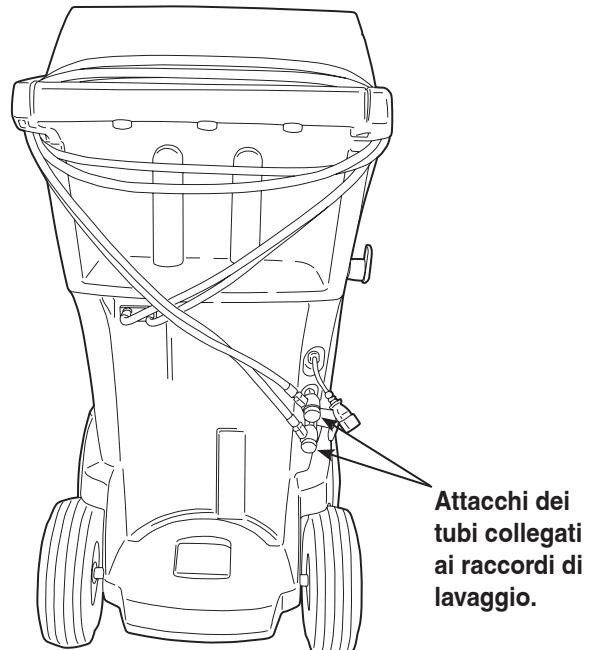

Figura 16
2. Avvolgere due volte i tubi di servizio intorno al manico e collegarli ai raccordi di lavaggio. Vedere la Figura 16.